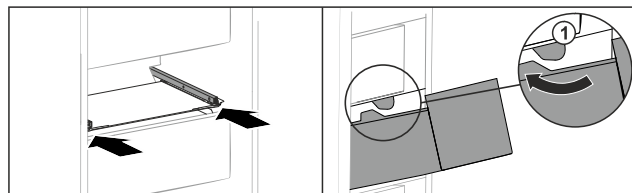

Fig. 95
- Lade rond de stoppers Fig. 95 (1) leiden.